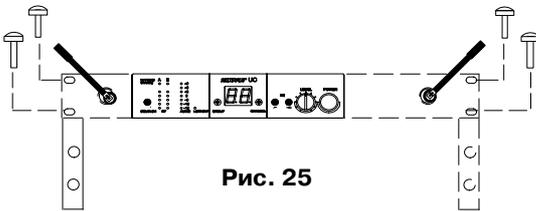

Рис. 25
3. Установите антенны в адаптеры на лицевой панели. Для улучшения приема рекомендуется располагать антенны под углом 45° к вертикали (Рис. 25).